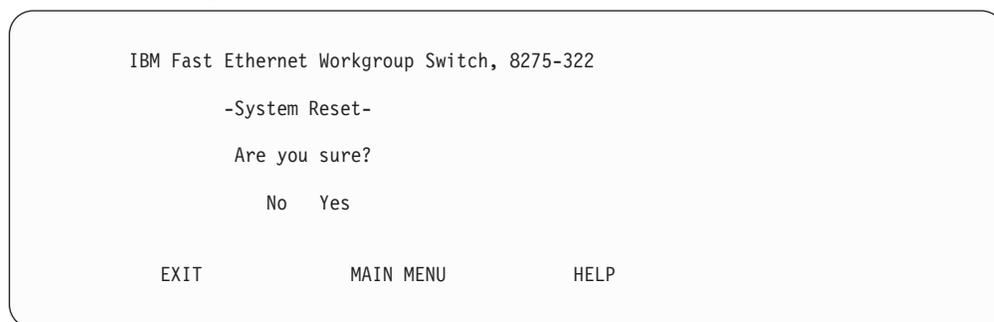

Figura 56. Panel de confirmación de System Reset
Paso 2. Seleccione **Yes** y pulse **Intro** en el panel de confirmación que se muestra en la Figura 56.